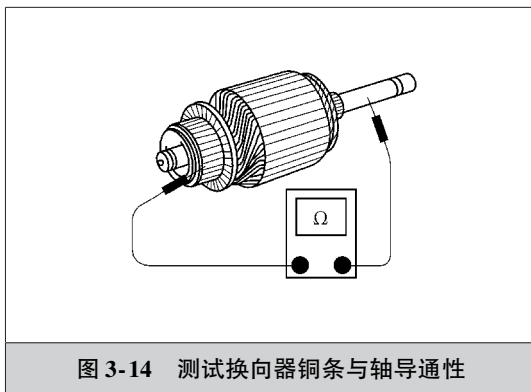

图 3-14 测试换向器铜条与轴导通性
2) 如图 3-14 所示, 使用万用表电阻档测试每个换向器铜条与轴之间的导通性, 如果导通则更换电枢轴。